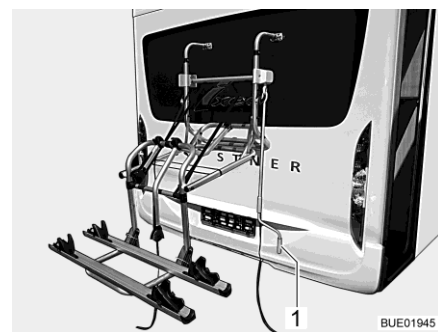

Fig. 5 Portabiciclette, abbassato
- Attaccare la manovella (Fig. 5,1) al portabiciclette e abbassare il portabiciclette all'altezza utile.